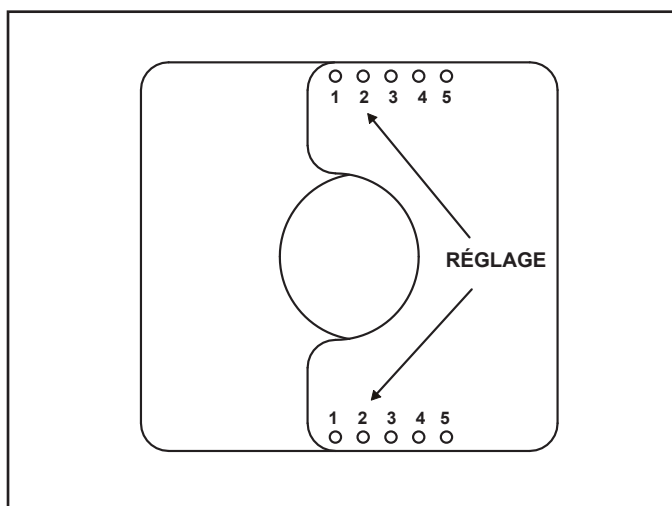

Figure 4.11 Mettre en place le réducteur d'évacuation
3. Le réglage pour CRAVE4836-B, CRAVE6048-B, CRAVE7260-B et CRAVE8472-B est 2-2. Alignez les trous marqués « 2 » de la pièce numérotée du réducteur d'évacuation avec le trou de l'autre morceau du réducteur. Voir la figure 4.11. Alignez les pièces du réducteur d'évacuation avec les trous de guidage à l'intérieur de la chambre de la boîte à feu. Utilisez deux vis autotaraudeuses de 1/2 po pour fixer le réducteur de conduit à l'écran thermique de la boîte à feu.
2. Le réglage pour les modèles CRAVE4836ST-B, CRAVE6048ST-B, CRAVE7260ST-B, et CRAVE8472ST-B est de 64 mm (2,5 po), ou 2-2. Alignez les trous marqués « 2 » de la pièce numérotée du réducteur d'évacuation avec le trou de l'autre morceau du réducteur. Voir la figure 4.11. Centrez le réducteur d'évacuation sur le conduit et fixez en place avec deux vis autotaraudeuses de 1/2 po.